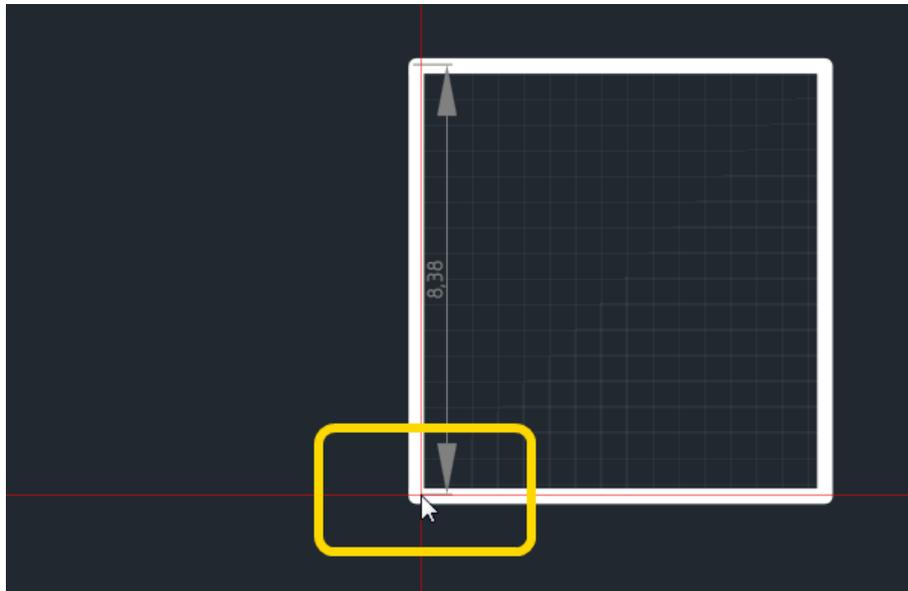

Рис. 186. Установка второй выноски размерной линии
4. Определить положение начала второй выноски размерной линии, наведя курсор в нужную точку и нажав левую кнопку мыши. При этом будет отображаться возможный вид размерной линии, см. Рис. 186.